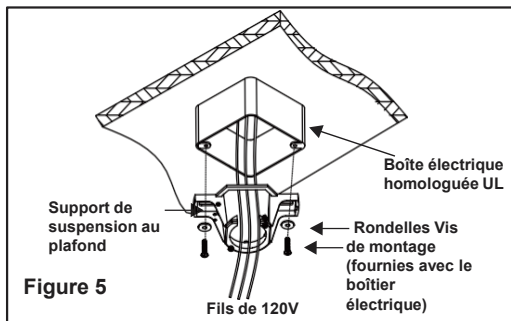

Figure 5
**Étape 1:** Faites passer les fils d'alimentation de 120 volts par le trou central du support de suspension au plafond, comme indiqué à la figure 5.